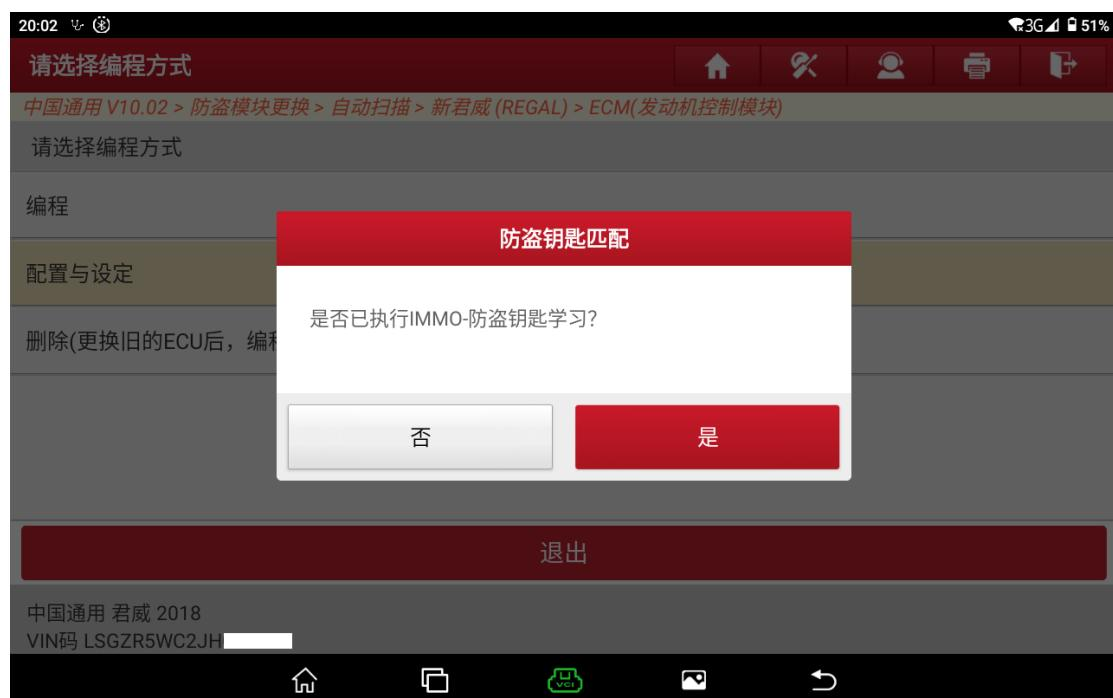

图 56
56. 如果执行了防盗，点击“是”，否则，点击“否”，如图 56。